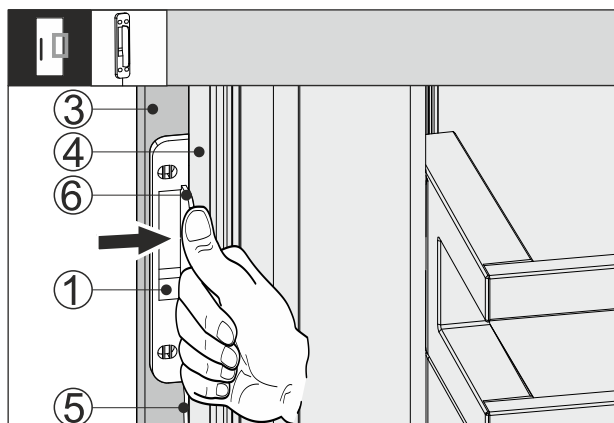

Fig. 66
- ▶ Czujnik pukania Fig. 66 (1) wsunąć pomiędzy front meblowy Fig. 66 (3) a drzwi urządzenia Fig. 66 (4) tak, aby kabel Fig. 66 (5) był lekko naprężony. Ogranicznik Fig. 66 (6) czujnika pukania przylega do drzwi urządzenia Fig. 66 (4).
- ▶ Docisnąć czujnik pukania Fig. 66 (1) do frontu meblowego Fig. 66 (3).
- ▷ Czujnik pukania Fig. 66 (1) jest przyklejony. Przyklejanie czujnika pukania optymalizuje przenoszenie sygnału pukania.
Trwałe zamocowanie czujnika pukania Fig. 66 (1) wydłuża żywotność.
- ▶ Czujnik pukania Fig. 66 (1) przykręcić do frontu meblowego przy pomocy dostarczonych śrub Fig. 66 (3).